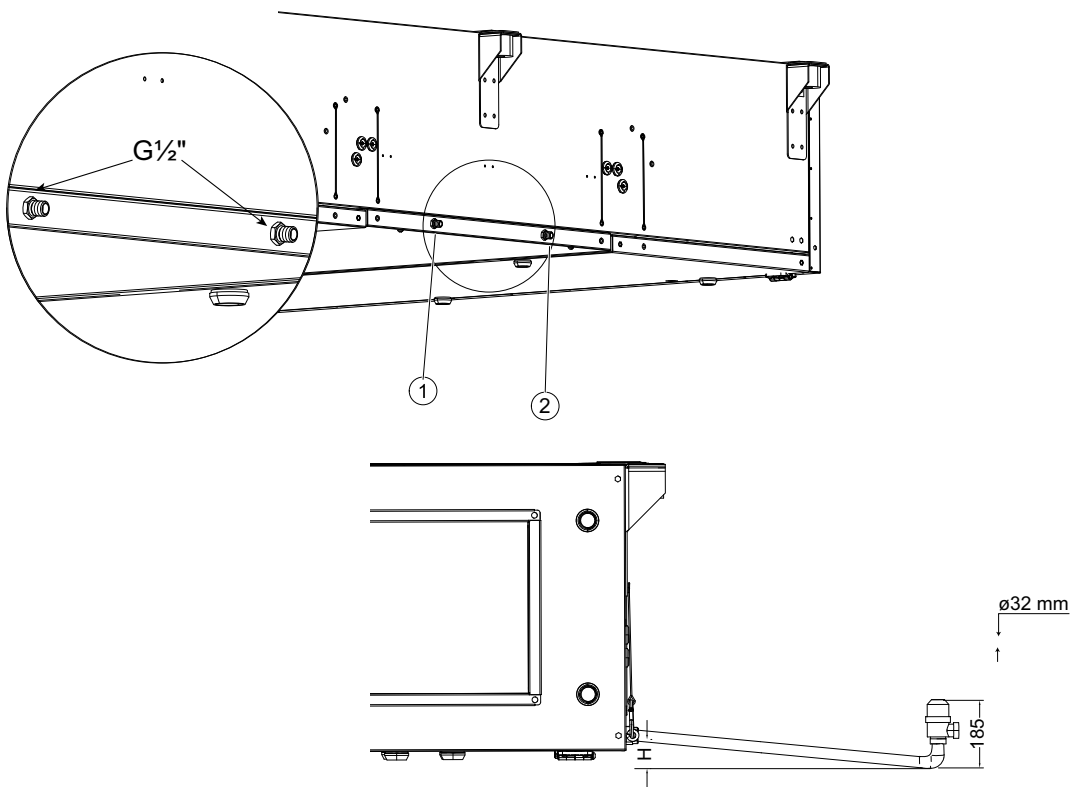

Fig. 4 Connexion du tuyau d'évacuation d'eau, version droite
La centrale doit être raccordée au tuyau de purge des condensats. Un raccord, un tuyau et un siphon sont fournis à la livraison. Raccorder la purge aux côtés extraction des centrales (pos 2, figure 4). La purge du côté soufflage (pos 1) doit être raccordée si la centrale va être utilisée avec des équipements de refroidissement ou si elle va fonctionner pendant longtemps alors que l'environnement extérieur est très humide. En version gauche, les positions des raccordements sont inversées.